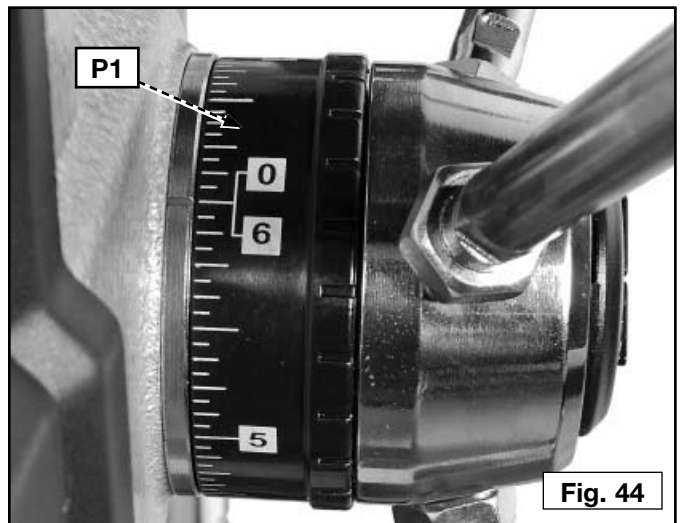

Fig. 44
4. Ponga la escala del piñón (P1) Fig. 44 en cero.